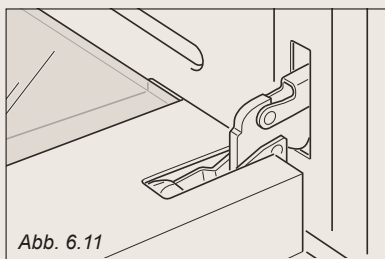

Abb. 6.11
- * Die Tür ganz öffnen (Abb. 6.11).